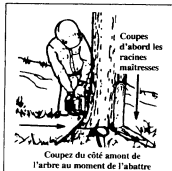

Figure 20
g. Coupez du côté amont de l'arbre au moment de l'abattre s'il est sur une pente. Figure 20.
N.B. : Si l'arbre a de grosses racines maîtresses, coupez-les avant de faire la première encoche. Coupez les racines verticalement d'abord puis horizontalement. Figure 20.